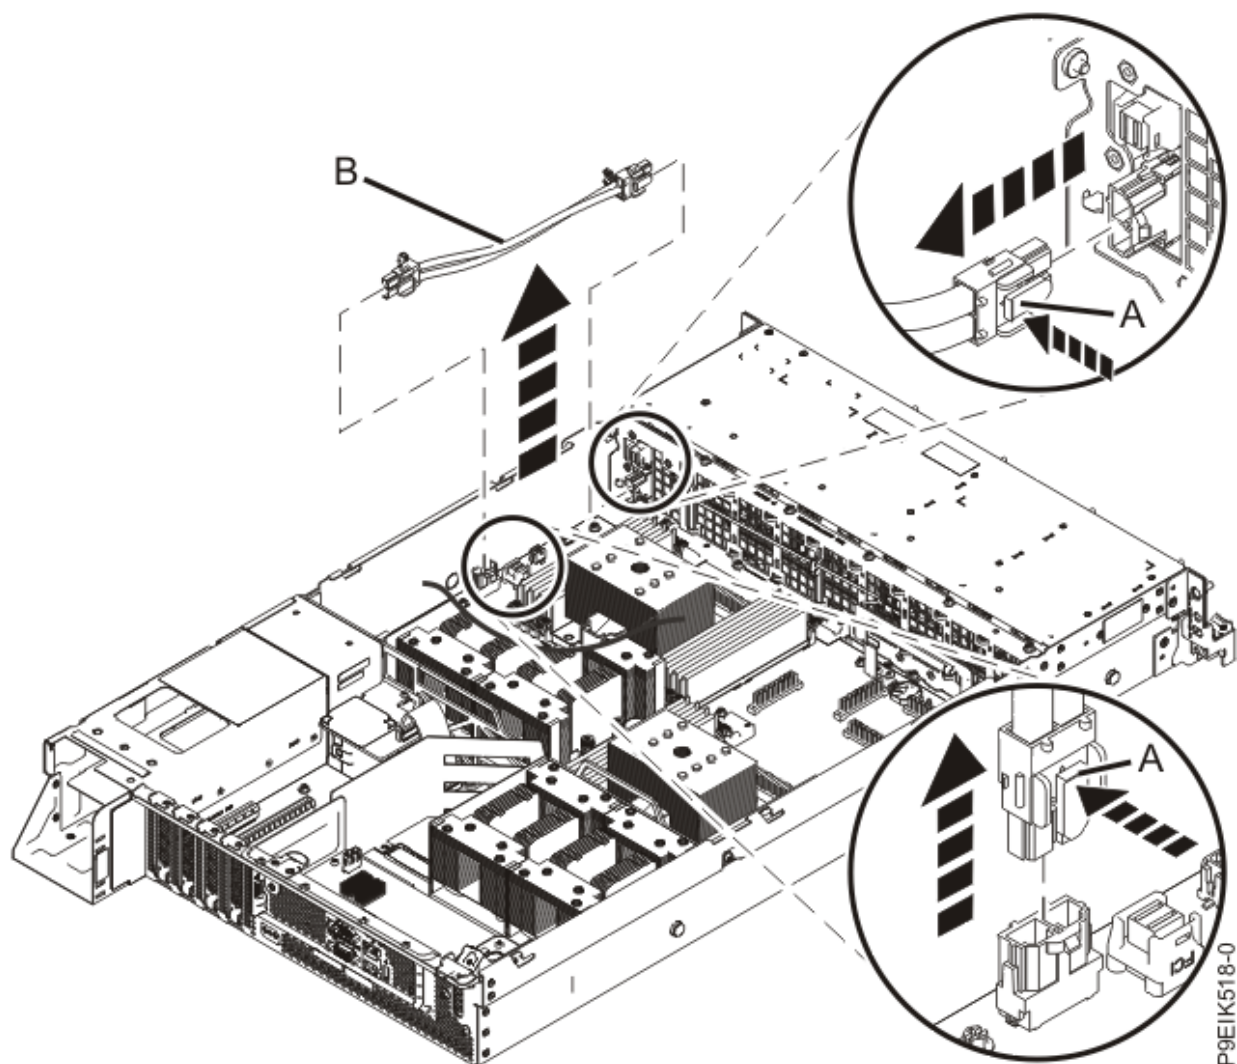

図 22. システムからのファン電源ケーブルの取り外し
3. 電源ライザーに接続されているファン電源ケーブルのコネクタ側を持ちます。33 ページの図 22 の (A) を参照してください。